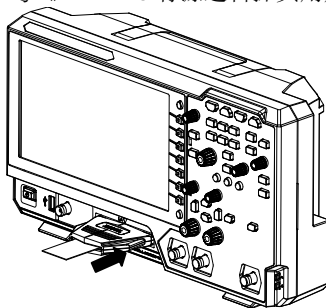

图 7 连接逻辑探头
2. 将逻辑探头输出端按正确的方向连接至示波器前面板的数字通道输入端，如图 7 所示。